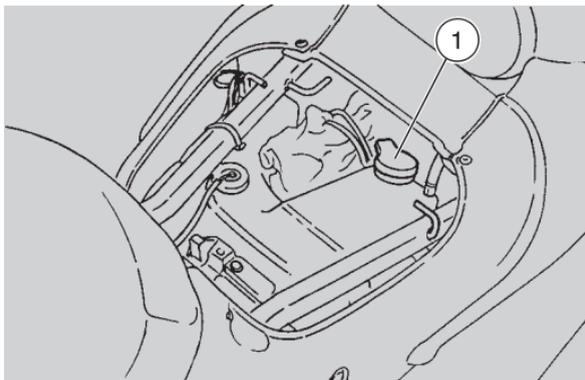

Fig. 46
- remove the plug (1-Fig. 46);